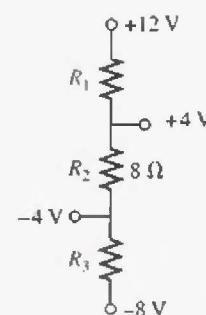

FIGURA 5.88
18. Con la información proporcionada en la figura 5.88, encuentre el nivel de resistencia para R_1 y R_3 .